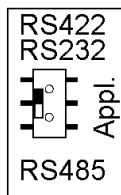

Bild 1
- HINWEIS : Bei Verwendung der Applikations-Schnittstelle RS232 muss der Schiebeschalter «Appl» (Bild 1) auf RS422/RS232 eingestellt werden.